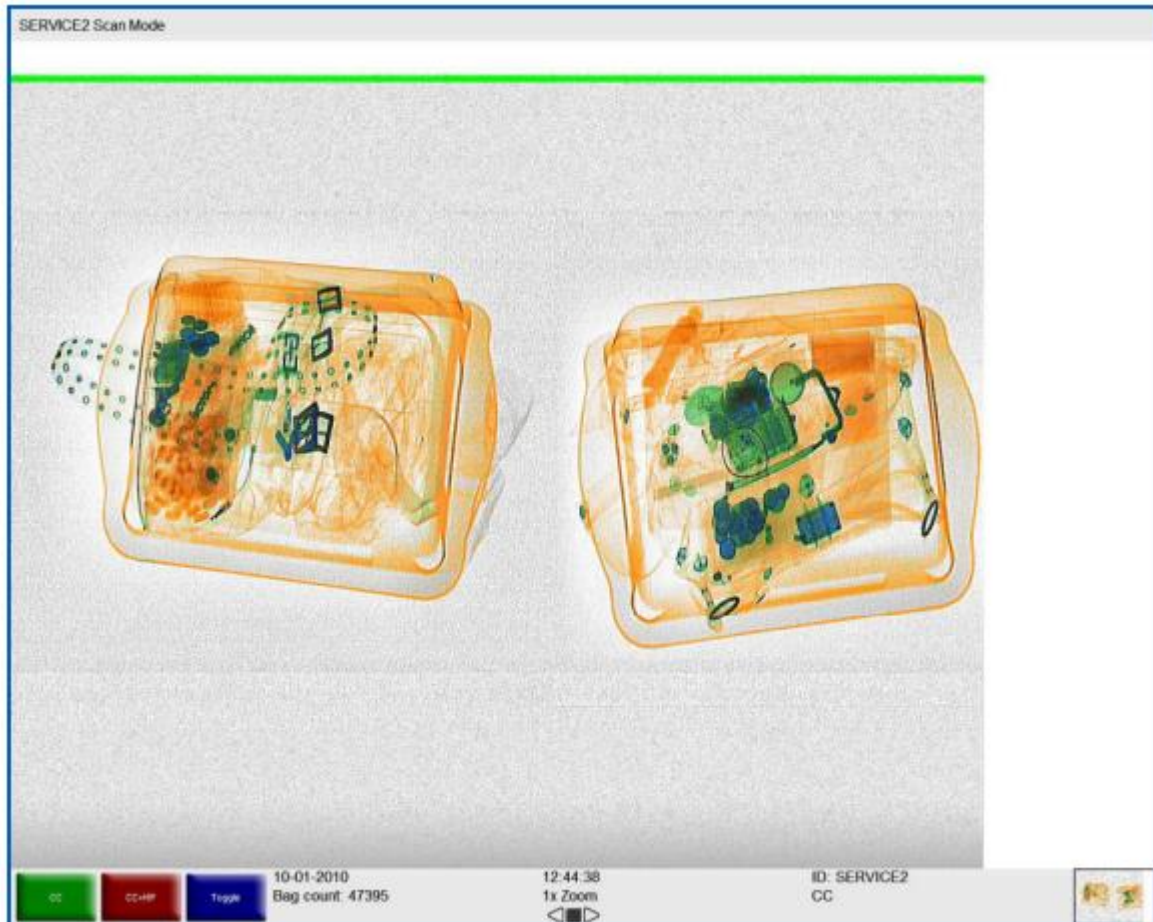

Рисунок 14-11: Функции множественной обработки изображений
5. Щелкните правой кнопкой мыши, чтобы вернуться в основное окно (без отображения основного меню), где вы увидите, что функции, которые вы выбрали были присвоены выбранным функциональным кнопкам (Рисунок 14-11).
Рисунок 14-11 отображает красную кнопку, представляющую теперь функции Crystal Clear, Черно-белое изображение и Органический материал. Теперь каждый раз, когда вы будете нажимать красную кнопку, все эти три функции будут применяться к сканированному изображению. Конечно, оператор может выбрать любое количество функций и назначить их на любую из этих кнопок.